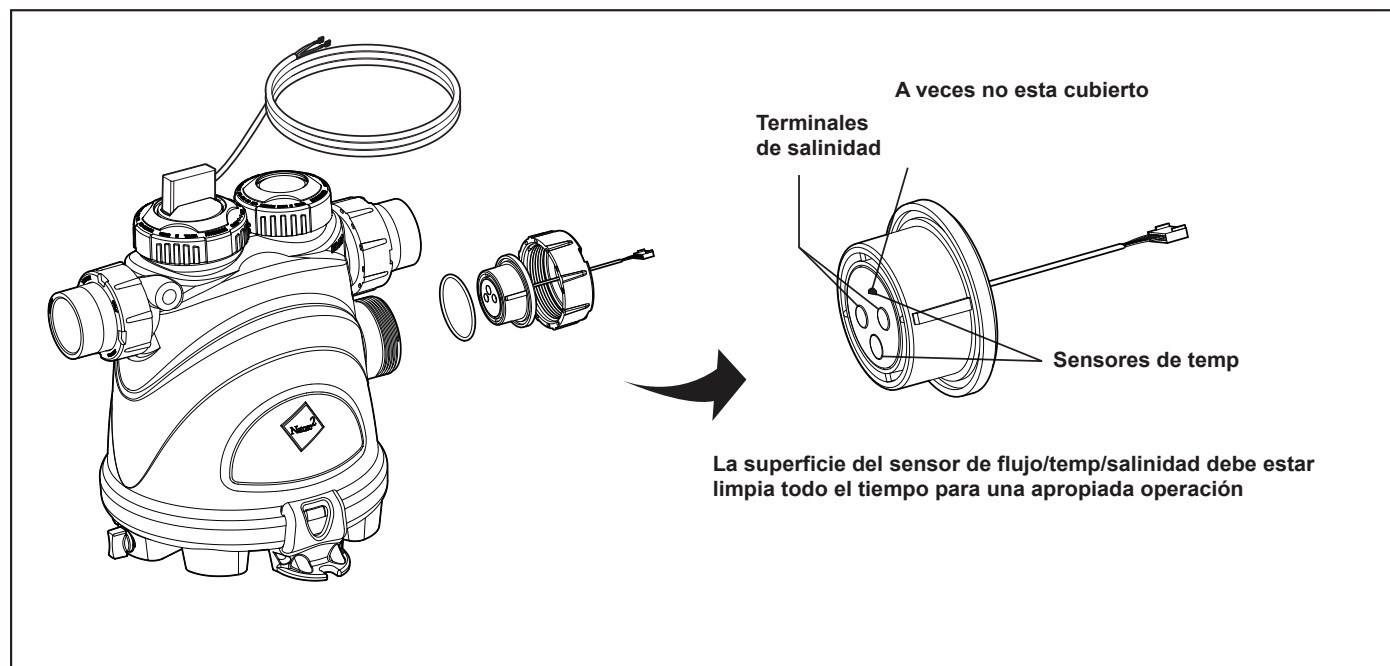

Figura 10. Instalación del vaso y del sensor de flujo/temp/salinidad
- Montaje como se muestra en la Figura 10. Esto dará como resultado la operación más confiable.
2. Instale el sensor de flujo/temperatura/salinidad en el vaso (ver Figura 10).